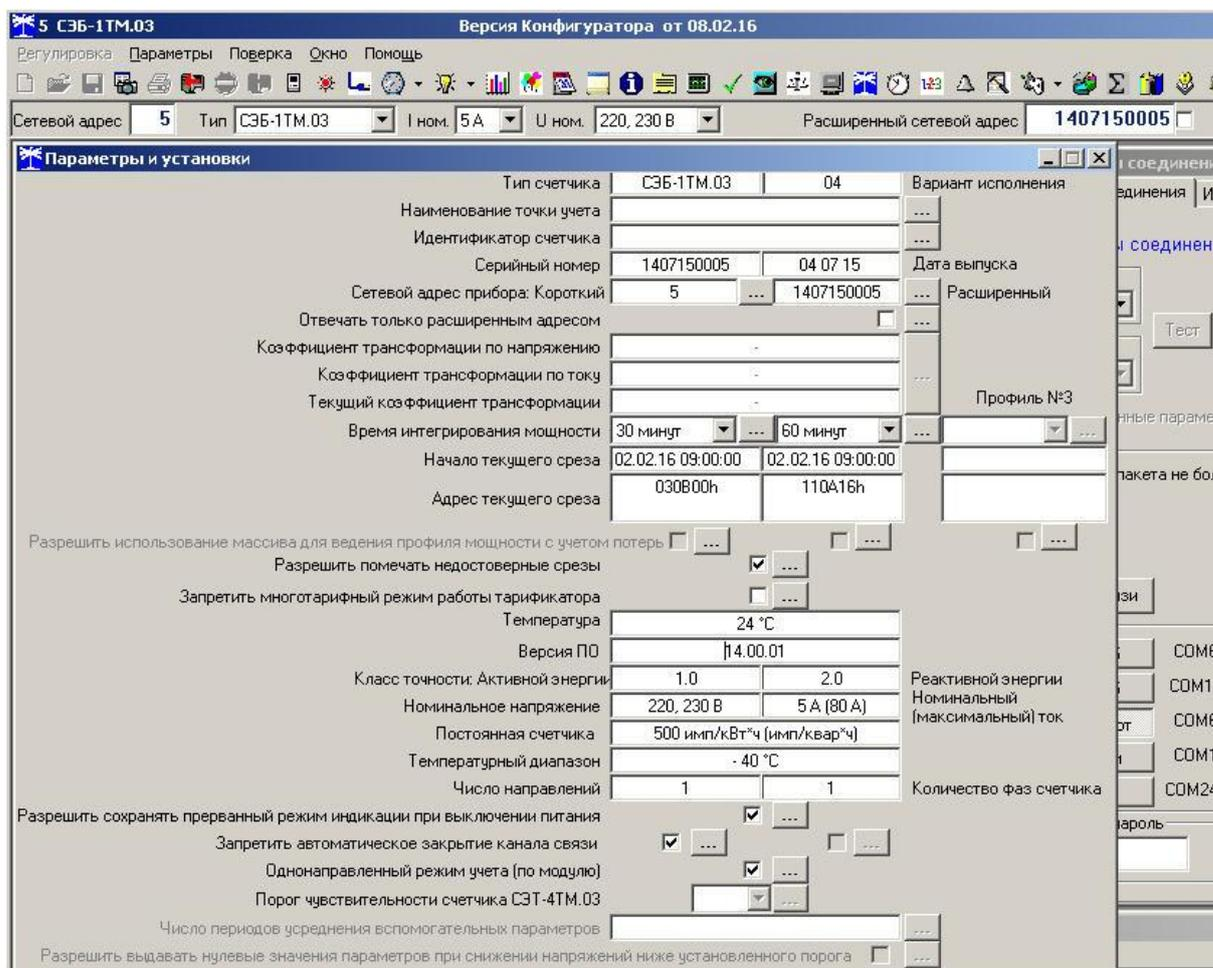

Рисунок 4 – Форма «Параметры и установки»
8.2 Для изменения адреса, нужно в соответствующее окно «Сетевой адрес» «Короткий», «Расширенный» формы «Параметры и установки» (рисунок 4) вписать требуемое значение и нажать кнопку «Записать», справа от окна. После успешной записи новый адрес автоматически переписывается в соответствующие окна «Сетевой адрес», «Расширенный сетевой адрес» генеральной формы программы для дальнейшей адресной работы со счётчиком.
фигуратора на работу с расширенным адресом необходимо установить флаг справа от окна «Расширенный сетевой адрес» генеральной формы программы (рисунок 4) или снять этот флаг для работы с коротким адресом.
Если счётчик предполагается использовать как однотарифный, то по каждому типу дня каждого сезона следует записать одинаковый номер тарифной зоны (от 1 до 4), по которой будет вестись учет. Если в счётчик уже введено тарифное расписание, а требуется вести учет по одному тарифу, то достаточно установить программируемый флаг «Запретить многотарифный режим работы тарификатора» на форме параметры и установки (рисунок 4), как описано в п. 7.10.